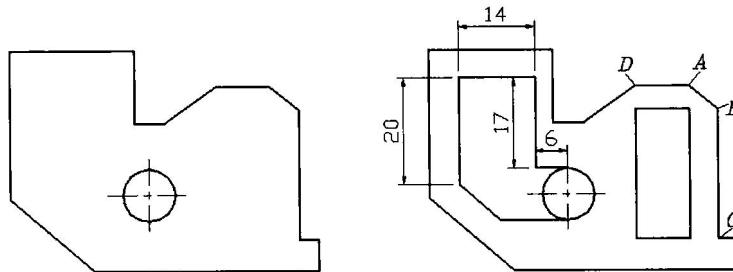

图1-12
**【练习1-12】：** 打开附盘文件“\dwg\第 01 章\1-12.dwg”，使用平行捕捉命令“PAR”并结合建立临时追踪点“TT”的方法将图 1-12 中的左图修改为右图。